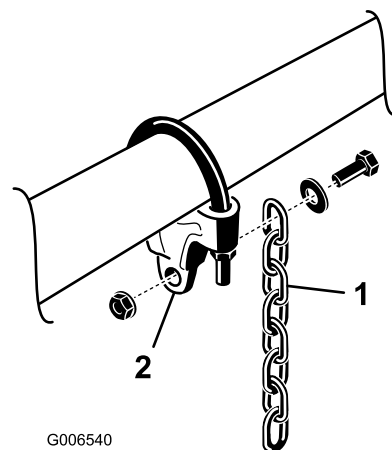

図 13
- 各チェーン・ブラケットに、昇降チェーンを取り付ける。各ブラケットにネジ、ワッシャ、ナット7各個を使用し、図 13のように取り付ける。